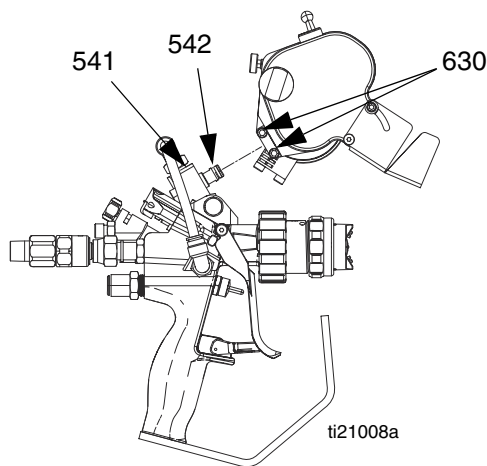

ABB. 3
- a. Falls notwendig mit einem Schraubenschlüssel den Drehpunkt (541) einstellen, so dass dieser parallel zur Vorderseite der Spritzpistole liegt und das offene Ende auf die Vorderseite der Spritzpistole zeigt. Siehe ABB. 3.
- b. Schrauben (630) herausdrehen. Siehe ABB. 3.
HINWEIS: Korrekten Sitz des O-Rings (542) in der Schneidergruppe sicherstellen. Prüfen, dass es nicht zum Austritt überschüssiger Luft kommt, da dadurch die Leistung des Luftmotors erheblich reduziert wird. Siehe ABB. 3.
- d. Schrauben (630) festziehen, um Schneider in dieser Stellung zu verriegeln.